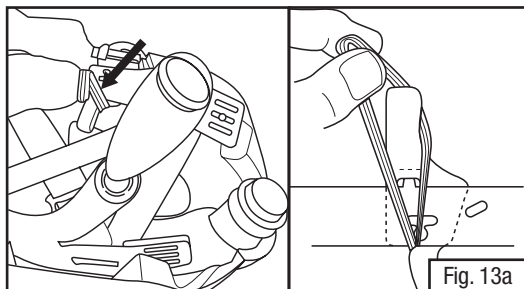

Fig. 13a
- Con la estructura del visor en la posición (cerrada) hacia abajo, retire la pestaña de la sello facial de plástico de los puntos de ajuste en "T" en la banda para la cabeza (Fig. 13a y b).
- Sujete el gancho elástico del sello facial y tire hacia arriba y ajústela a la lengüeta de plástico (Fig. 13a).